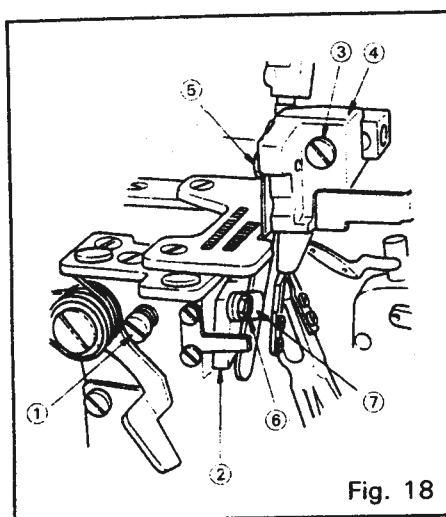
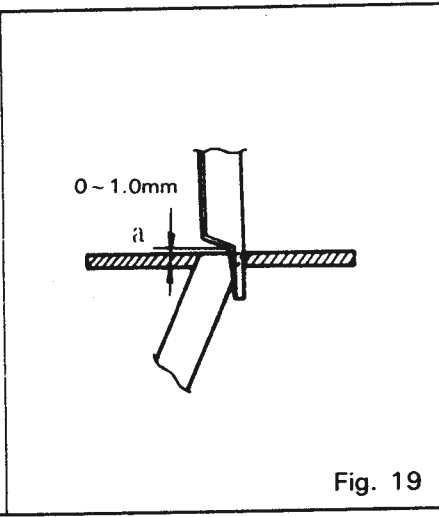

Fig. 18
Fig. 19
- (1) Gire la polea hasta que la cuchilla móvil quede en el punto muerto inferior.
- (2) Afloje el tornillo ① de fijación, jale el soporte de la cuchilla fija ② hacia la izquierda hasta que haga tope y luego tense temporalmente el tornillo ① de fijación.
- (3) Afloje el tornillo ③ de fijación y coloque el soporte ④ de la cuchilla móvil al ancho deseado para la sobreorillá moviéndola hacia la izquierda o derecha. Tensione el tornillo ③ de fijación.
- (4) Gire la polea hasta que el punto (a) de la cuchilla móvil quede a 0 - 1,0 mm. por encima de la superficie superior de la placa de garganta como se muestra en la Fig. 19 y luego afloje el tornillo de fijación ①.
- (5) Asegúrese de que la cuchilla móvil esté en contacto estrecho con la cuchilla fija a través de la tensión del resorte. Luego ajuste el tornillo de fijación ①.
- (6) Inspeccione el filo de las cuchillas. Esto puede ser efectuado colocando un hilo entre la cuchilla móvil y la fija y cortándolo al girar la polea.
- (1) Ruotare la manopola sino a portare il coltello mobile in corrispondenza del punto morto inferiore.
- (2) Allentare la vite di bloccaggio ①, spingere fino in fondo verso sinistra il sostegno ② del controcoltello, e rivitare poi temporaneamente la vite di bloccaggio ①.
- (3) Allentare la vite di bloccaggio ③ e posizionare il sostegno ④ del coltello mobile al valore desiderato di insenatura del margine superiore, spostandolo verso sinistra o verso destra. Riavvitare poi la vite di bloccaggio ③.
- (4) Ruotare la manopola sino a quando il punto (a) del coltello mobile viene a trovarsi a circa 0-1,0 mm al disopra della superficie superiore della piastra di livello, come indicato nella fig. 19, ed allentare poi la vite di bloccaggio ①.
- (5) Verificare che la pressione della molla tenga il coltello mobile ben strettamente a contatto del controcoltello, ed avvitare poi la vite di bloccaggio ①.
- (6) Controllare il filo di taglio delle lame dei coltelli. Per effettuare questo controllo, porre un filo fra il coltello mobile ed il controcoltello, e procedere al taglio del filo stesso ruotando la manopola.
- (1) Gire a polia até que a faca móvel se posicione em seu ponto morto mais baixo.
- (2) Afrouxe o parafuso de ajuste ①, empurre o detentor ② da faca fixa totalmente para a esquerda e aperte o parafuso de ajuste ① provisoriamente.
- (3) Afrouxe o parafuso de ajuste ③ e ajuste o detentor ④ da faca móvel para a largura de ziguenzague da sobrecostura desejada movendo o sujeitador para a esquerda ou direita. Aperte o parafuso de ajuste ③.
- (4) Gire a polia até que o ponto (a) da faca móvel fique 0-1,0 mm acima da superfície superior da placa de garganta como mostrado na Fig. 19, e depois afrouxe o parafuso de ajuste ①.
- (5) Certifique-se de que a faca móvel fique em contacto minucioso com a faca fixa pela pressão da mola, e depois aperte o parafuso de ajuste ①.
- (6) Verifique a agudeza das lâminas das facas. Esta verificação pode ser feita colocando-se um fio entre a faca móvel e a faca fixa e girando a polia para cortar o fio de verdade.
Bewegliches Messer auswechseln (Fig. 18, Fig. 19 und Fig. 20)